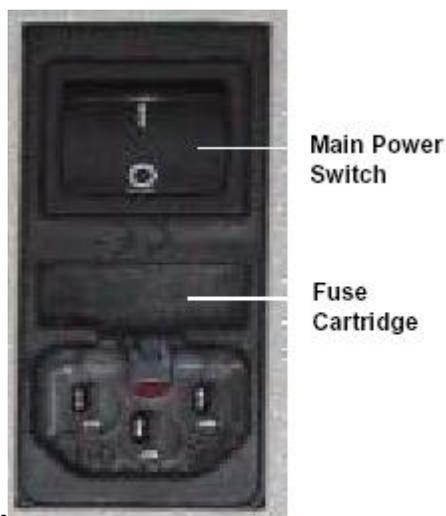

图 9-10. 保险丝位置示意图
- ④ 如图 9-10 所示，在新淋洗液储罐的出口安装黑色 PEEK 管，打开放气口，用去离子水以 0.1mL/min 冲洗 5 分钟；